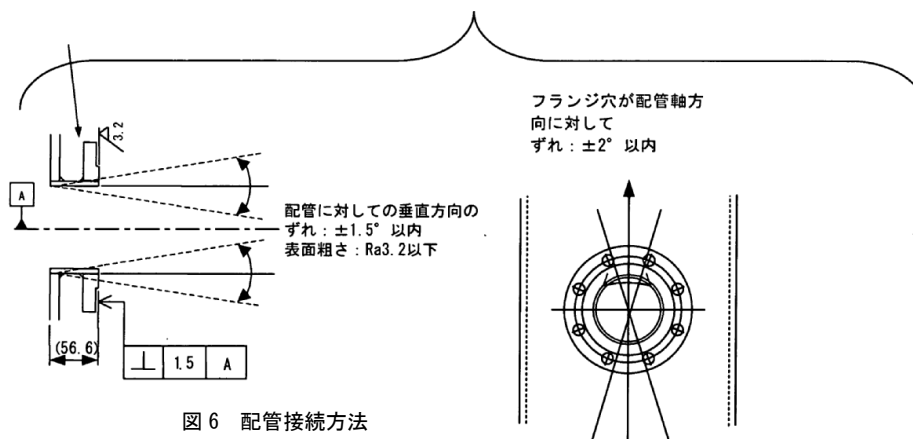

図 6 配管接続方法
- (13) 本濃度計は、垂直配管への取付を推奨します。水平配管等においても性能的に変わりなく据え付けて使用可能ですが、次のような場合は、垂直配管としてください。
- (14) 水平配管に据付ける場合は、保守と性能確保の点から検出器 RF 部が真上となるように据付けることを推奨します。
- (15) 挿入方向は流れ方向を示すラベルに従い、一対のアプリータ(アンテナ)部が上流方向となるように据付けてください(図 5、図 6 参照)。